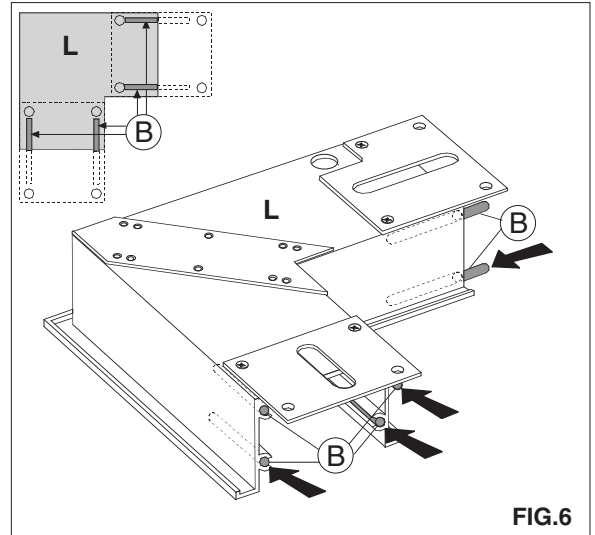

FIG.6
- Inserire n°4 spine (B per lato),completamente nell'estruso corpo angolare.FIG.6